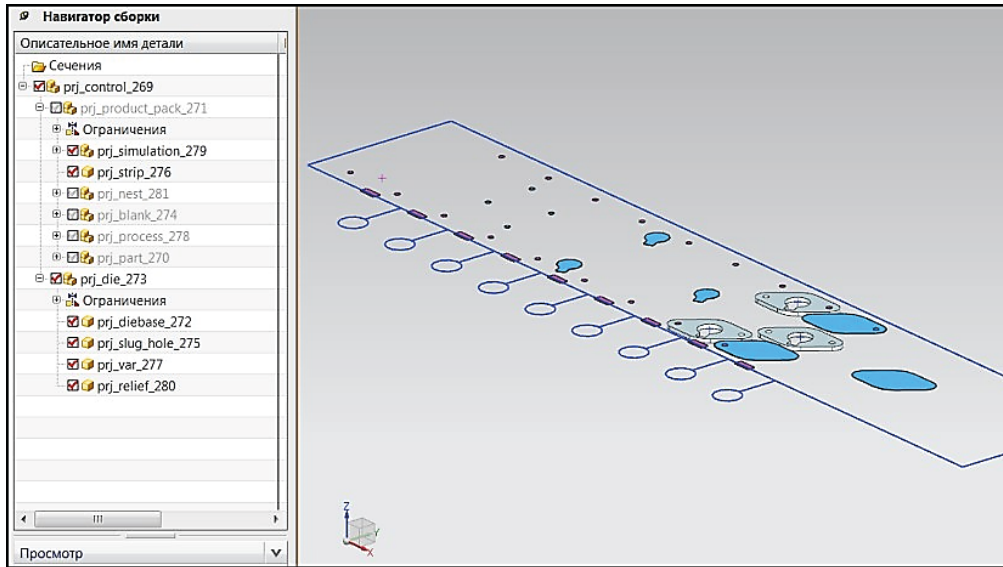

Рис. 7.12. Вид полосы
2. Активируйте МШПД (Начало – Все приложения – Мастер проектирования штампов последовательного действия). Вид открывшегося проекта представлен на рис. 7.12.